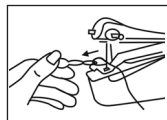

Fig. 12
- 4] Puxe a ferramenta de passar linha junto com a linha de trás para frente através do orifício da agulha (Fig. 12). Remova a ferramenta de passar linha.